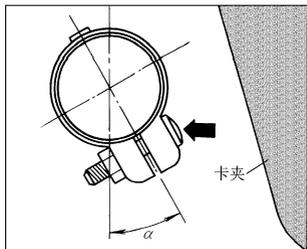

图 2-134 卡夹安装位置
3) 卡夹安装位置如图 2-134 所示： $\alpha=30^\circ$ ，螺栓头部 (图 2-134 箭头所示) 指向燃油箱。